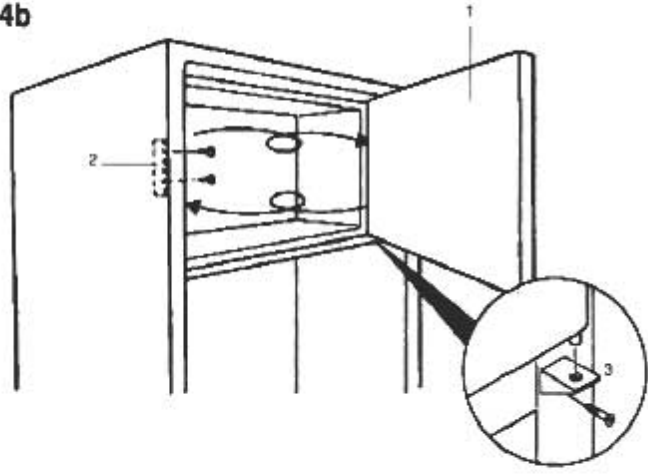

Fig. 6
- Introduire l'appareil dans la colonne et l'accoster au côté opposé à celui où sont appliquées les charnières en le faisant reculer jusqu'à ce que l'équerre supérieure 1 touche le meuble à 45 mm. de hauteur (fig. 6).